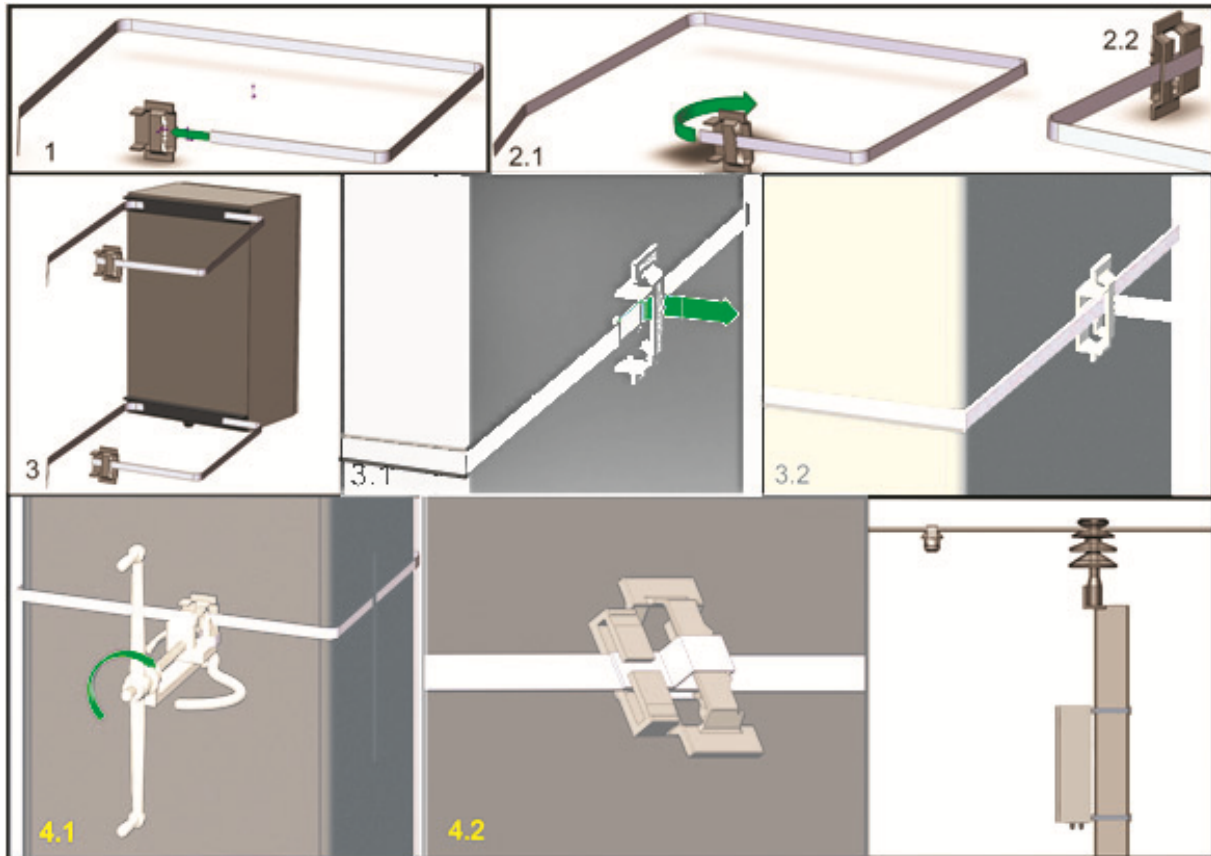

Рисунок 13 – Порядок установки блока БСПИ-3ТН на опору
2.5.3 Порядок установки блока БСПИ-3ТН на опору приведен на рисунке далее (см. Рисунок 13).